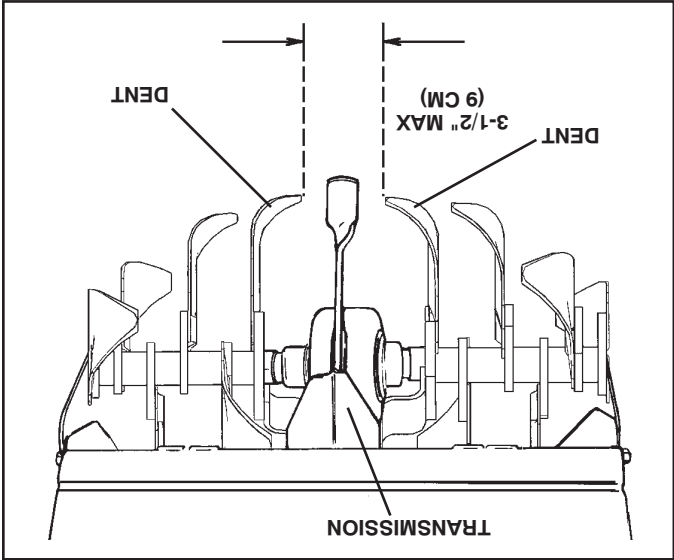

Fig. 26
- Les nouvelles fraises devraient être montées comme illustré dans la Figure 26. Les bords de fraise aiguisés tourneront en arrière à partir d'en haut.